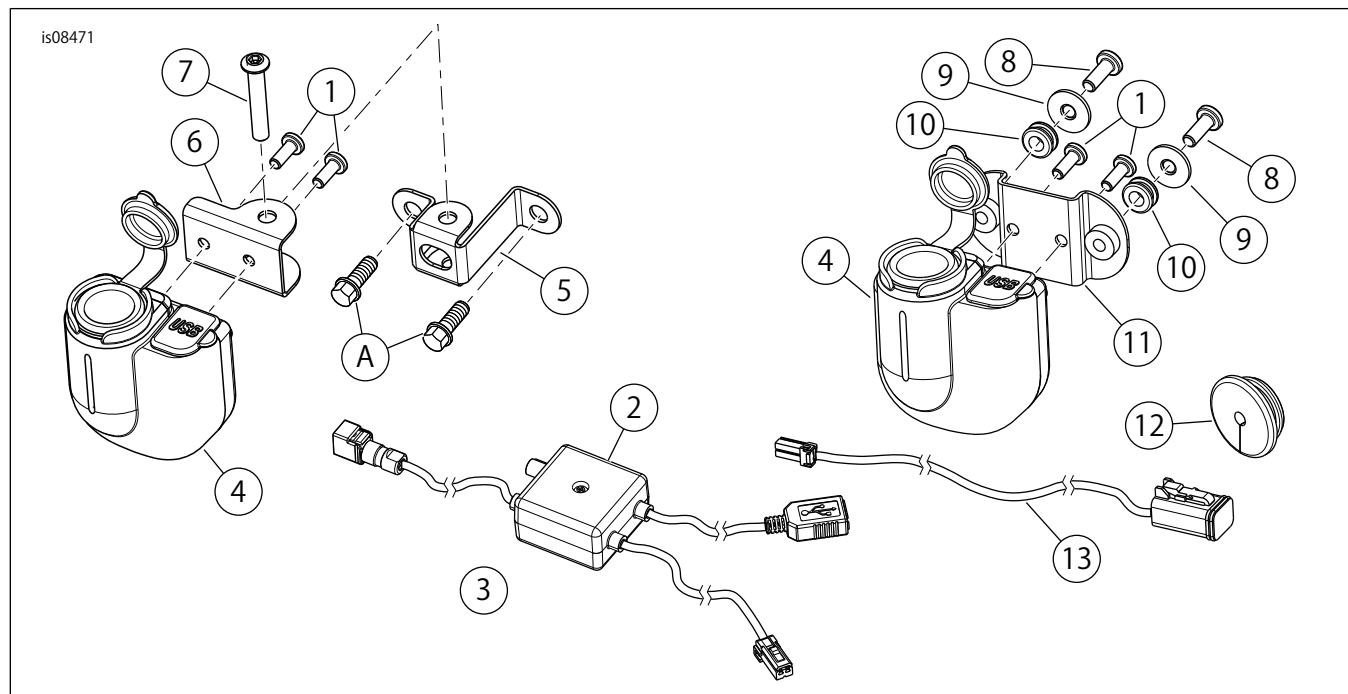

図7. 交換用パーツ: USB/電源出力
「図7」および「表1」を参照してください。
13. 「図7」を参照してください。ケーブル(13)をアクセサリプラグに接続します。サービスマニュアルを参照してください。